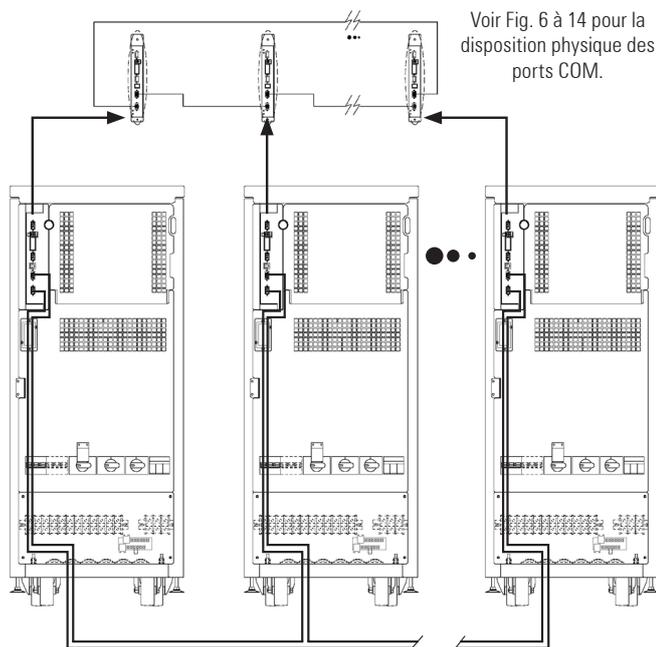

Fig. 38. Connexion du BUS de communication.
- Dans la Fig. 38 on montre, comme exemple, comment réaliser les connexions du BUS de communication.